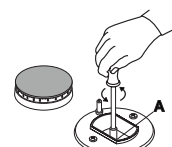

fig.9
- svitare gli ugelli (fig.9), servendosi di una chiave a tubo da 7 mm. e sostituirli con quelli adatti al nuovo tipo di gas (vedi tabella 1 "Caratteristiche dei bruciatori ed ugelli").